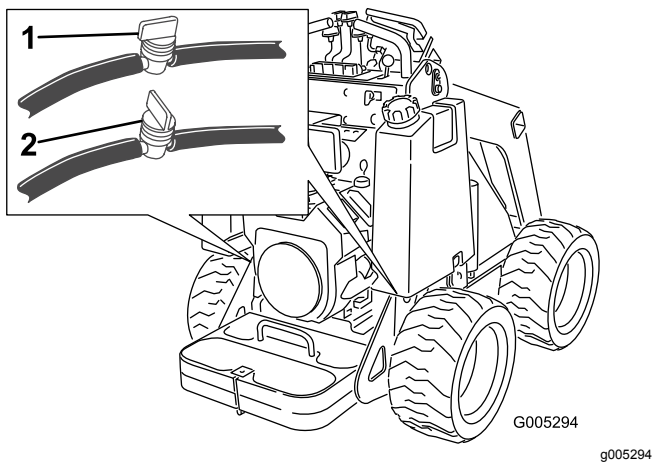

Figura 30
3. Cierre la válvula de combustible, situada debajo de cada depósito de combustible (Figura 30).
depósito(s) de combustible, como se muestra en la Figura 30.
3. Cierre la válvula de combustible, situada en la manguera cerca del fondo del/de los depósito(s) de combustible, como se muestra en la Figura 30.